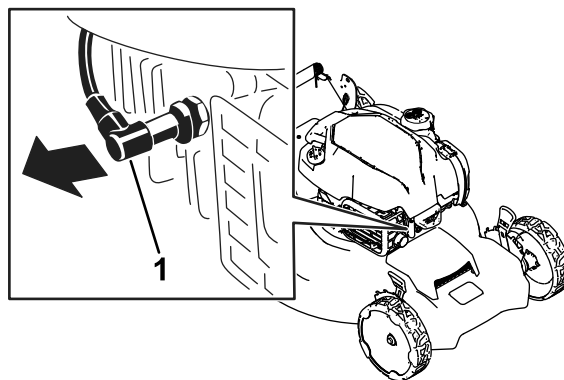

Figure 20
2. Débranchez le fil de la bougie (Figure 20).